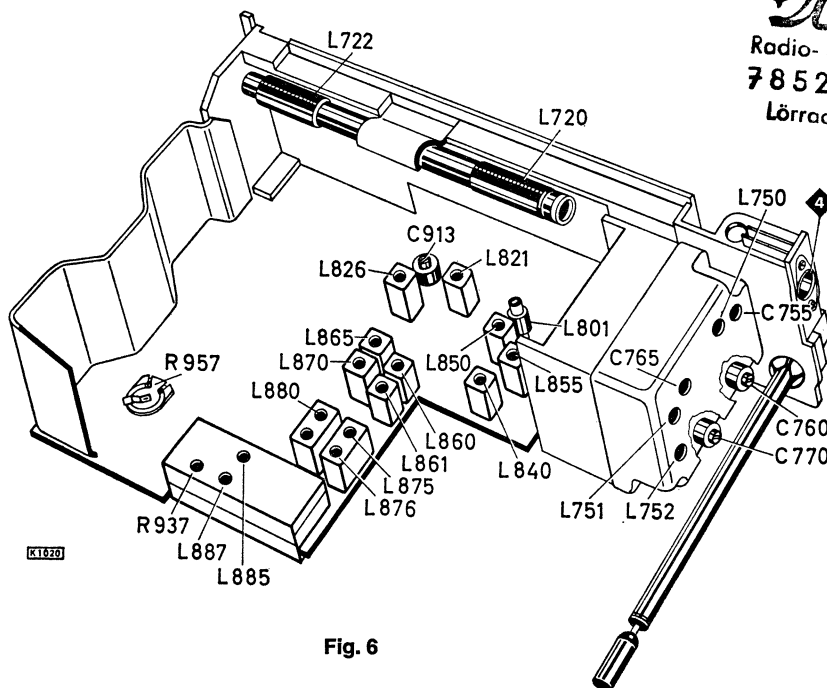

Fig. 6
- 5.3 Den Ruhestrom ca. 1 Minute nach dem Einschalten des Gerätes mit dem Einstellregler R 957 auf 4 mA + 20 - 10 % bei einer Betriebsspannung von 9 V einstellen, Fig. 6.
- 5.3 Approx. 1 minute after switching on set, set zero signal current via adjuster R 957 to 4 mA + 20 - 10 % at an operating voltage of 9 V, see fig. 6.
- 1) Ein AM-Signal, 400 Hz, 30 % moduliert, soll eine Ratiospannung von 1,0 V erzeugen. Dann mit R 937 ein Spannungminimum am Outputmeter einstellen, Fig. 6.
- 1) An AM signal, 400 cs, 30 % modulated, must produce a ratio voltage of 1.0 V. Adjust a voltage minimum at the outputmeter by means of R 937, see fig. 6.